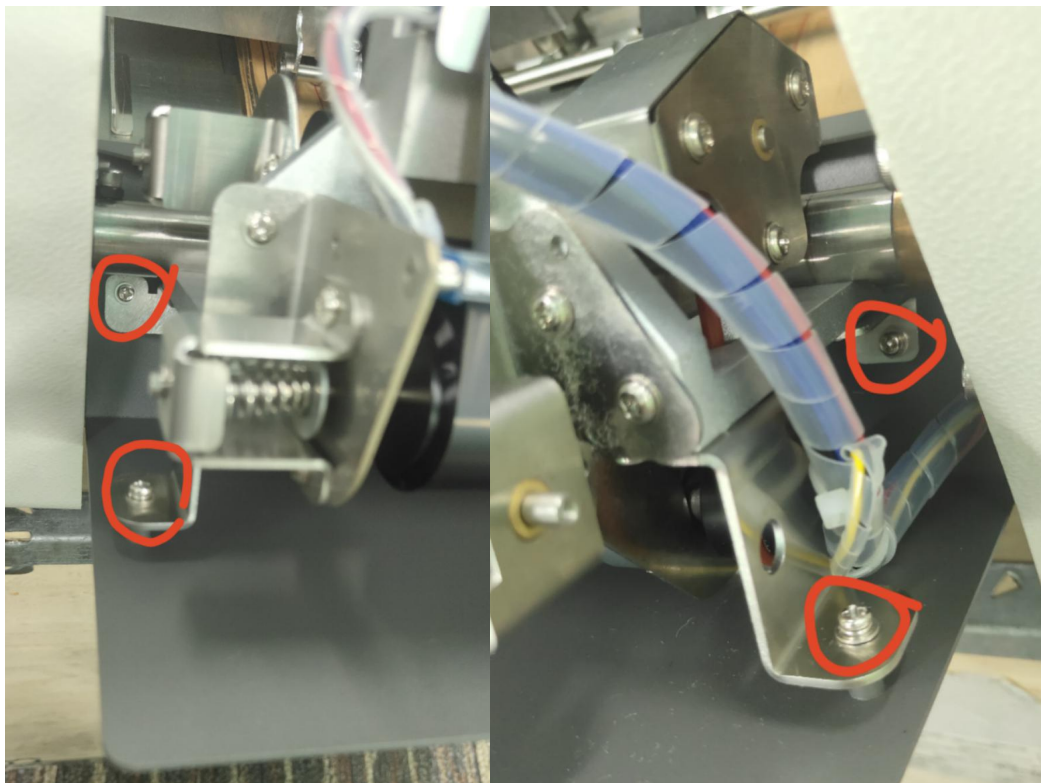

图 1.1.1
(1) 先抬起打印头，取下打印头保护盖的 4 颗 M3 螺丝如图 1.1.1 所示，